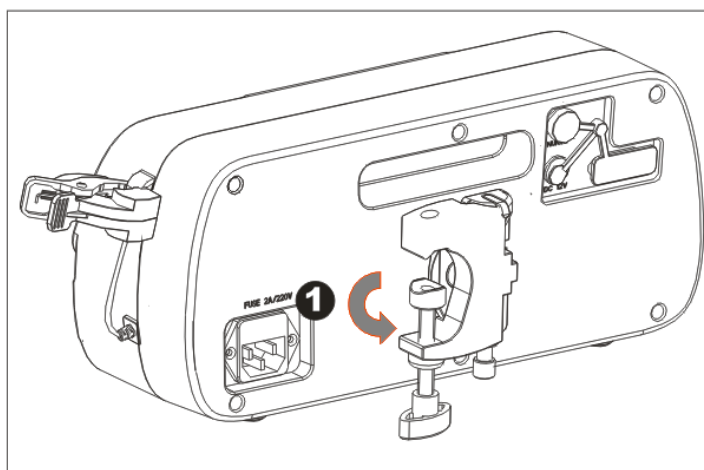
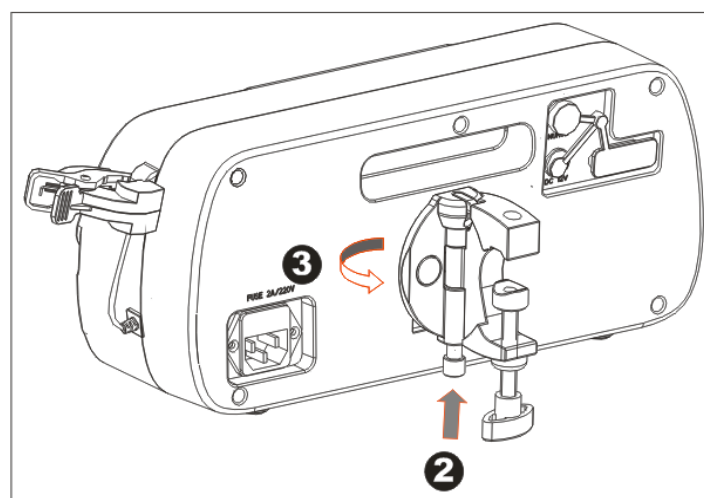
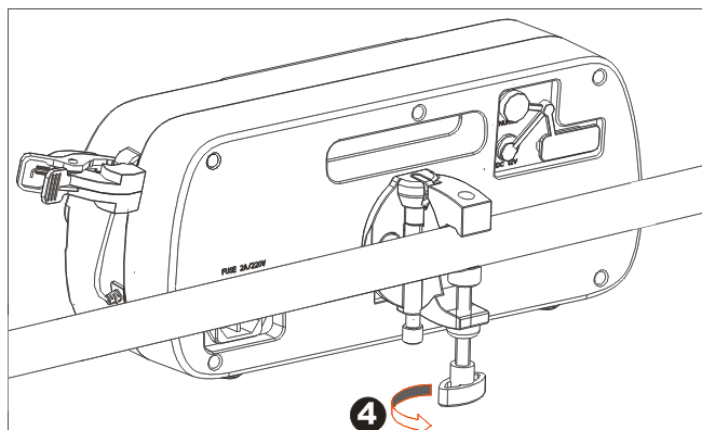

Figura 6: Girar 90° en sentido anti horario.
Figura 7: Abra la abrazadera de fijación.
Figura 8: Fijación al soporte.
- Método para la fijar el equipo a un soporte horizontal: gire toda la abrazadera de fijación 90 grados en sentido anti horario (paso 1); presione el extremo del eje de rotación (paso 2), rote la abrazadera 90 grados (paso 3), luego gire la perilla y ajuste la morsa al soporte (paso 4), realice este procedimiento de acuerdo con la figura 6, la figura 7 y la figura 8.